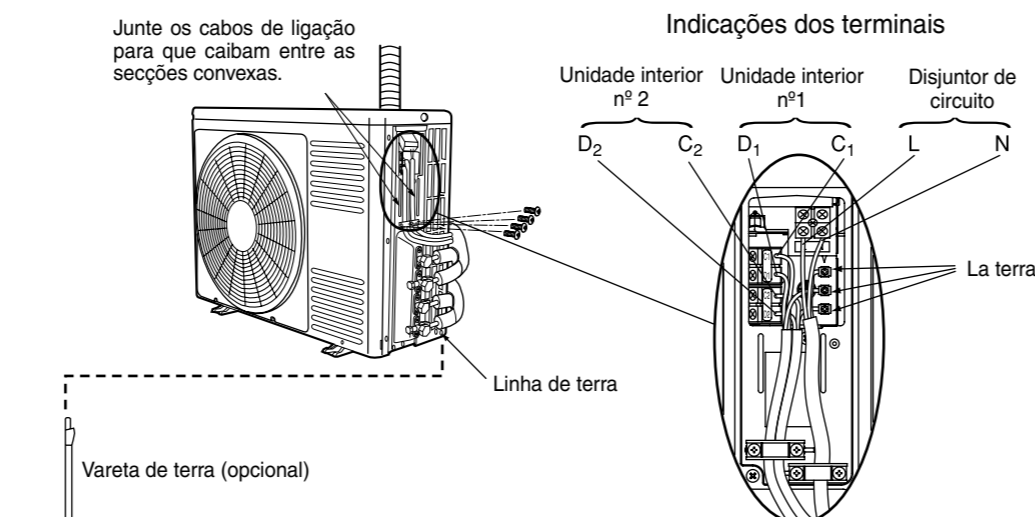

Fig. 3-3
- Conecte o cabo de conexão e o cabo de ligação à rede à régua de bornes. (Fig. 3-3)
- Fixe os cabos de conexão e o cabo de ligação à rede correctamente com uma fita de aço. (Fig. 3-3)